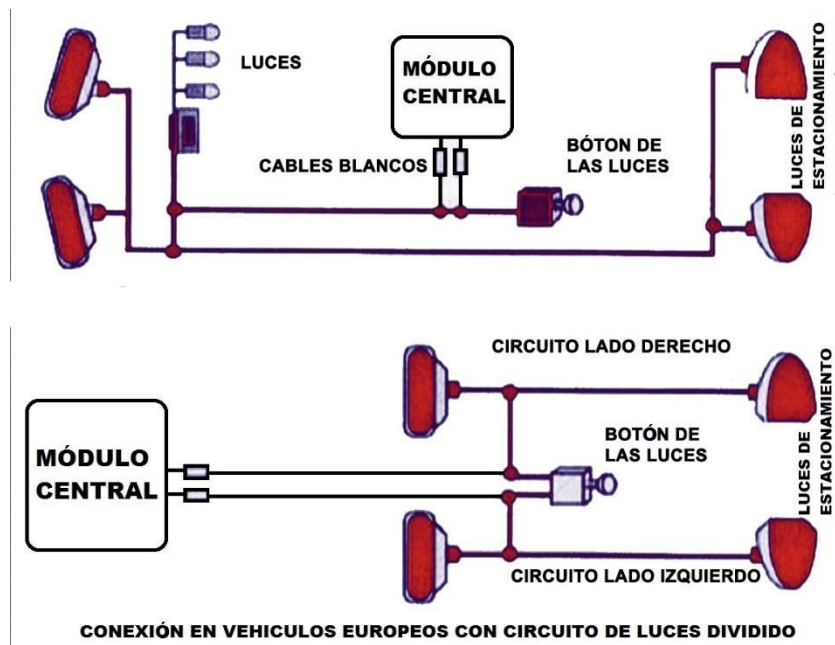

Figura 14: Conexión del sistema de luces laterales.
Importante: La alarma tiene dos cables blancos para vehículos que tienen circuitos de luces divididos (Figura 14).
- Conecte los cables blancos al circuito positivo de las luces de estacionamiento. Este circuito muestra 12V exclusivamente cuando las luces están iluminadas (Figura 14).